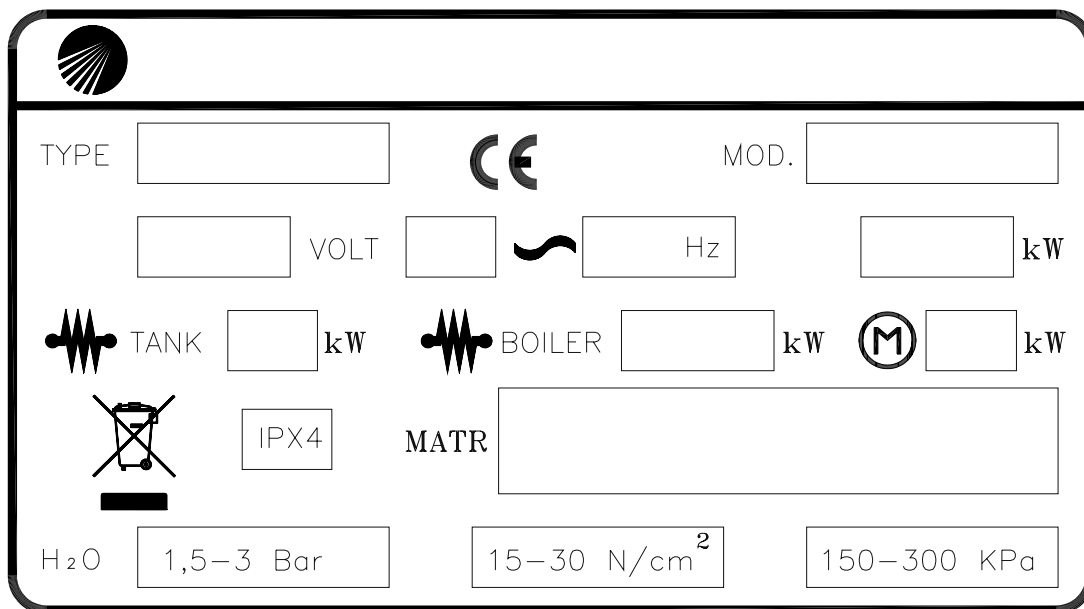

Fig. 1-1
1. **(IT-CH) DATI TECNICI – (GB-IE) TECHNICAL DATA – (DE-AT-CH) TECHNISCHE DATEN – (FR-BE) DONNES TECHNIQUES – (ES) CARACTERISTICAS TECNICAS – (PT) DADOS TÉCNICOS – (NL) TECHNISCHE GEGEVENS**
- La targhetta caratteristiche (Fig. 1-1) si trova sul fianco dx della macchina. Essa contiene tutti i dati necessari per l'installazione.
- The specifications tag (Fig. 1-1) is placed on the right-hand panel of the machine. It contains all the necessary data to install the appliance.
- Das Maschinenschild (Bild. 1-1) befindet sich an der Rechtseite des Gerätes. Es enthält alle für die Aufstellung notwendigen Daten.
- La plaquette (Fig. 1-1) comportant les caractéristiques de l'appareil est placée sur le côté droit. Elle indique toutes les données nécessaires à la mise en place de la machine.
- La placa de características (Fig. 1-1) está ubicada en el flanco derecho de la máquina. Contiene todos los datos necesarios para la instalación.
- A etiqueta com os dados técnicos (Fig. 1-1) está localizada na lateral direita da maquina. Tal etiqueta contém todos os dados necessários para a instalação.
- Het typeplaatje (Afb. 1-1) bevindt zich aan de rechterkant van de machine. Hier staan alle gegevens op die benodigd zijn voor de installatie.